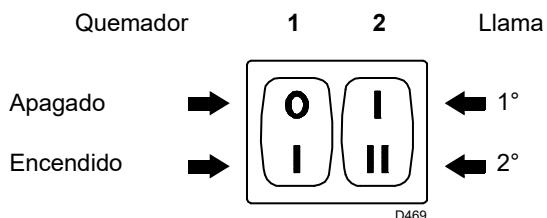
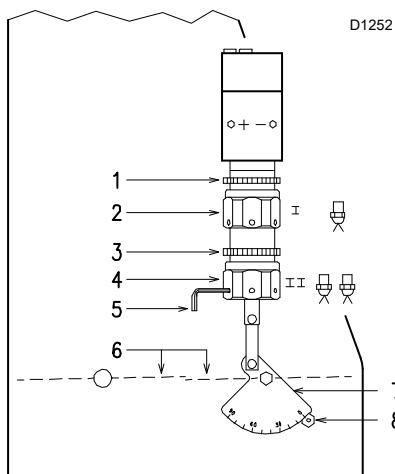

Fig. 20
Fig. 21
- Poner en marcha el quemador cerrando los termostatos y con el interruptor 1)(pág. 18, Fig. 20) en la posición "MARCHA".
- Cuando el gasóleo sale por el tornillo 3), es indicativo de que la bomba está cebada. Parar el quemador: interruptor 1)(pág. 18, Fig. 20).en posición "PARO" y apretar el tornillo 3).
Situar el interruptor 1)(Fig. 20) en la posición "MARCHA".
Mantener el quemador funcionando en 1^a llama, situando el interruptor 2)(Fig. 20) en la posición 1^a llama. La abertura del registro 6)(Fig. 21) debe ser proporcional a la boquilla elegida: el índice 8)(Fig. 21) debe corresponderse con el número de posición que se indica en el sector graduado 7)(Fig. 21). El reglaje se efectúa girando el hexágono 2)(Fig. 21):
Situar el interruptor 2)(Fig. 20, pág. 18) en posición 2^a llama y regular el registro 6)(Fig. 21) actuando sobre el hexágono 4)(Fig. 21), después de haber aflojado la contratuerca 3)(Fig. 21)
para facilitar la regulación de los hexágonos 2) y 4)(Fig. 21), utilizar una llave hexagonal de 3 mm 5)(Fig. 21).